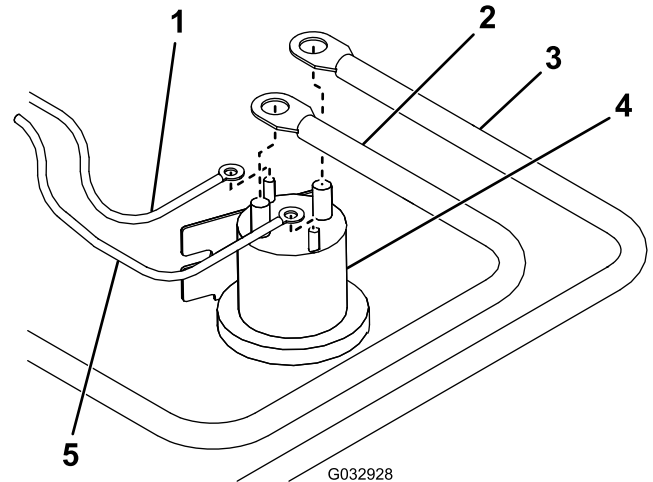

Figura 11
7. Conecte el cable blanco/negro del arnés de cables al borne pequeño del solenoide de la bomba (Figura 11).
8. Conecte el cable marrón del arnés de cables al otro borne pequeño del solenoide de la bomba (Figura 11).
10. Conecte el cable de corriente/masa rojo al borne grande del solenoide de bomba (Figura 11).
11. Conecte el cable de la batería al otro borne grande del solenoide de bomba (Figura 11).